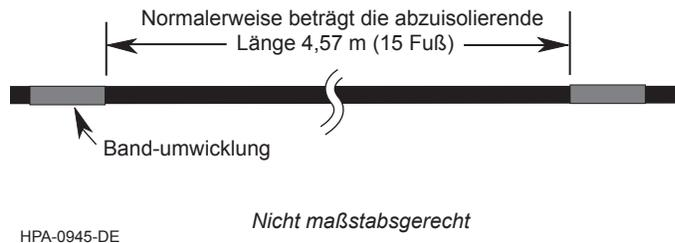

Abbildung 12
Schritt 1: Stelle für den Zugang zum Mantel für einen Mid-span-Kabeleingang bestimmen (normalerweise 4,57 m [15 Fuß] lang) und die beiden Enden zur Markierung mit Band umwickeln (Abbildung 12).